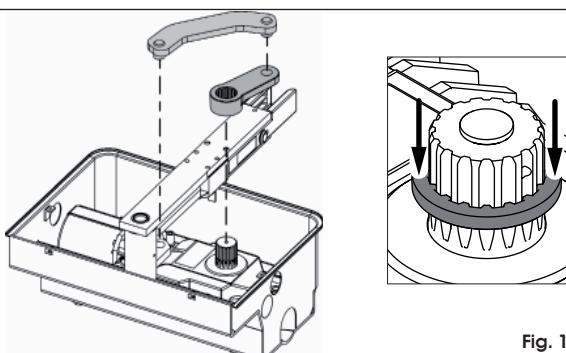

Fig. 13a
- Positionner l'opérateur sur les boulons du caisson portant et le fixer au moyen des écrous et rondelles fournis (Fig. 13a et 13b).
- Fermer manuellement le vantail et monter l'ensemble bielle-manivelle comme indiqué Fig. 13a.